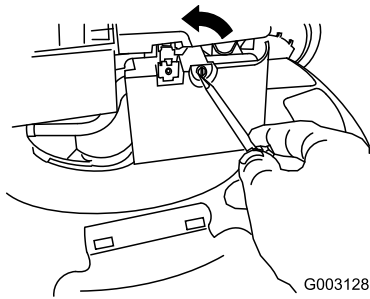

Figura 38
2. Utilice un destornillador para abrir la tapa del filtro de aire (Figura 38).